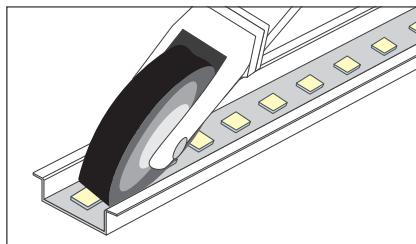

Рис. 2
- 3.5. Установите прижимной ролик FIX-TOOL-ROLLER на край светодиодной ленты. Медленно перемещайте ролик вдоль ленты, плотно прижимая его к поверхности профиля. Прodelайте это по всей длине ленты (Рис. 2).